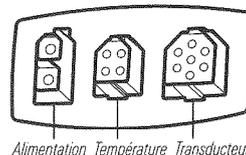

Figure 8
1. En faisant correspondre les connecteurs des câbles aux formes et orientations des réceptacles, insérez le câble d'alimentation et le câble du transducteur dans les bons réceptacles de la tête de commande (Figure 8).